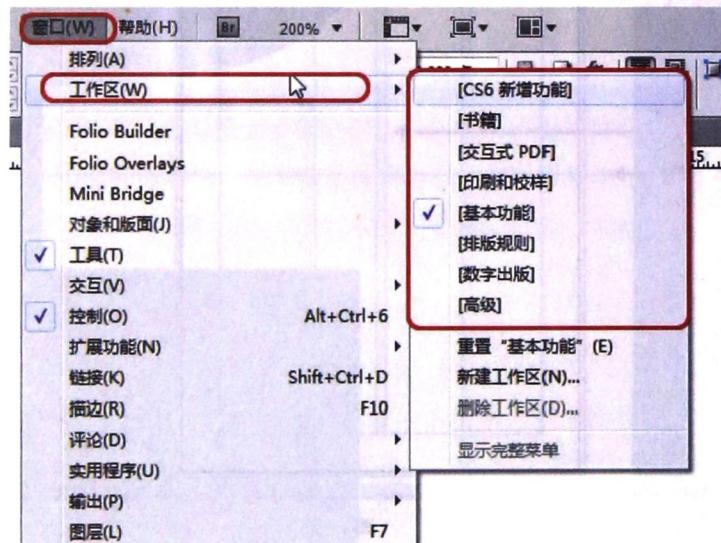

图 0-22
- 1) 通过【窗口】>【工作区】选择不同的界面，或者通过【工作区切换器】选择不同的界面（图 0-22）。